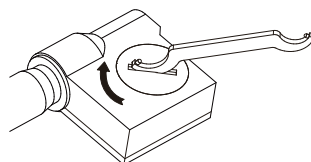

Abb. 3
- Setzen Sie die Batterieabdeckung wieder auf und drehen Sie sie im Uhrzeigersinn, um sie zu befestigen (Abb.3)